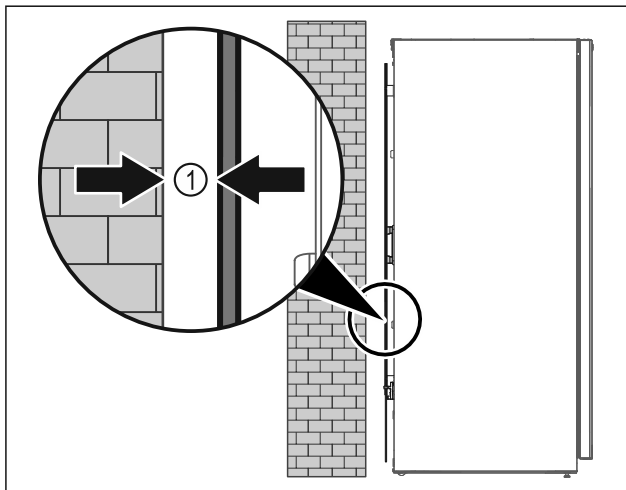

Fig. 5
- ▶ Установите устройство или свободно в помещении или прямо к стене на расстоянии 5 мм Fig. 5 (1).